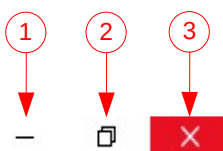

Рисунок 9 – Меню окна в полноэкранном режиме
В полноэкранном режиме *меню окна* имеет вид, показанный на рис. 9.
- кнопка «Свернуть» (см. рис. 9, поз. 1);
- кнопка «Восстановить» (см. рис. 9, поз. 2);
- кнопка «Заккрыть» (см. рис. 9, поз. 3).